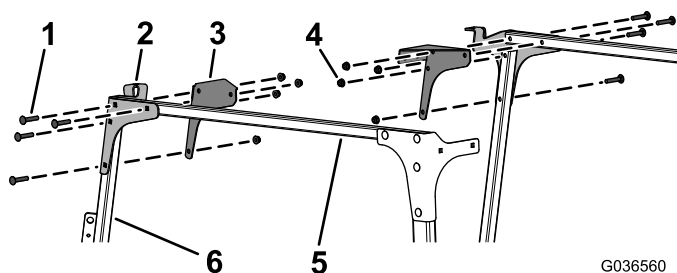

Figura 9
8. Instale sem apertar as placas dianteiras esquerda e direita e as placas de canto nas tubagens da ligação cruzada e nos suportes do limpador pára-brisas esquerdo e direito utilizando 8 parafusos de carroçaria (5/16 x 1 3/4'') e 4 porcas flangeadas (5/16''), como se mostra na Figura 9.